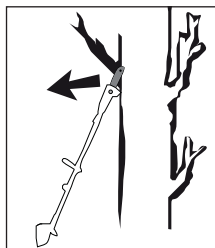

Fig. 2
- Der kan forekomme tilbageslag, hvis spidsen af sværdet 16 rører ved en genstand, eller hvis træet bøjer sig, og savkæden 17 sætter sig fast i snittet (se fig. 2).